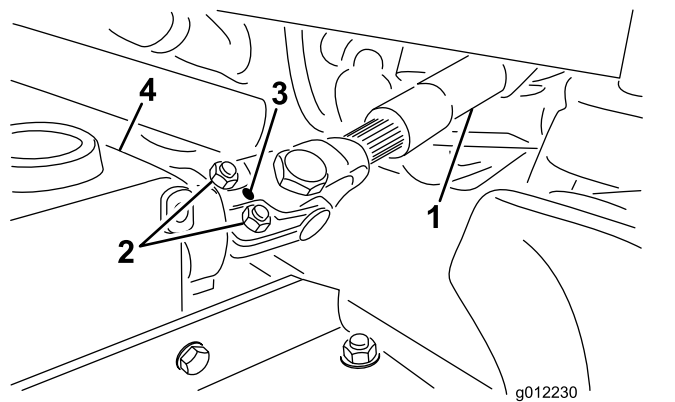

Bild 3
- A. Nehmen Sie den Rollstift aus dem Endjoch und der Getriebewelle (Bild 3).
- B. Lösen Sie die zwei Schrauben und Sicherungsmuttern (Bild 3).